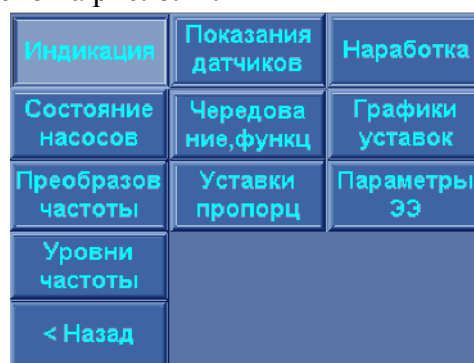

Рис. 8.11. Меню Индикации
Меню Индикация представлено на рис. 8.11.
Переход к меню «Индикация» (рис. 8.11) производится нажатием клавиши «< Назад».
- при переходе из меню Индикация – в меню Индикация (рис. 8.11);
Переход от экрана количества уставок к экрану меню Индикация (рис. 8.11) – нажатием клавиши «Назад».
Переход к экрану Меню осуществляется из меню Индикация (рис. 8.11) нажатием клавиши «Преобразов. частоты».
Выход в меню Индикация (рис. 8.11) производится касанием клавиши «< **Назад**».